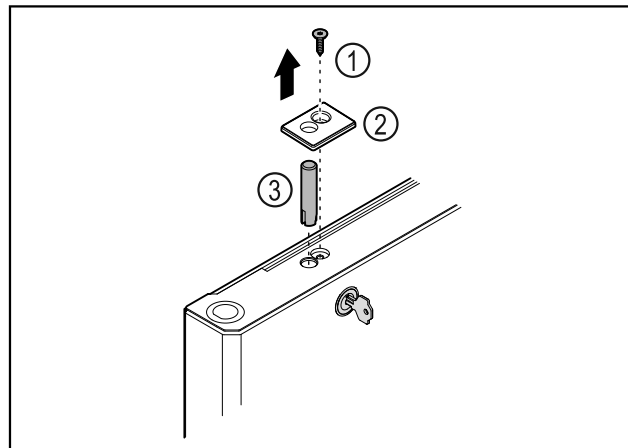

Fig. 43
- ▶ Poista ruuvi Fig. 43 (1).
- ▶ Paina suojus Fig. 43 (2) pienellä ruuvimeisselillä paikaltaan ja ota se pois.
- ▶ Vedä lukkopultti Fig. 43 (3) ulos.